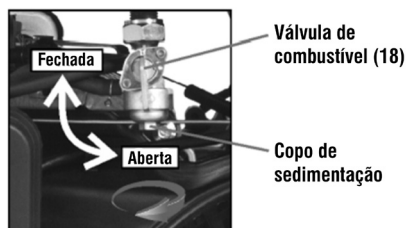

Fig. 24 – Removendo o copo de sedimentação
- c. Com auxílio de uma chave, remova o copo de sedimentação (fig. 24);